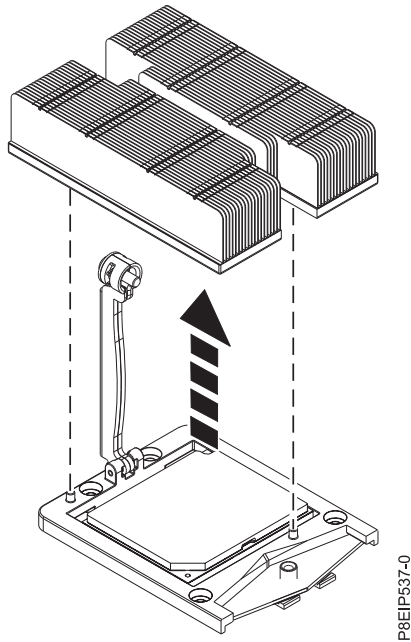

図 49. ヒート・シンクの取り外し
5. ヒート・シンクをつかみ、示されているように、まっすぐ上に持ち上げて取り外します (50 ページの図 49 を参照)。